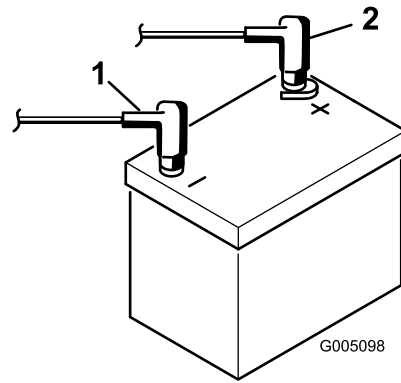

Figure 8
- Raccordez le câble positif (rouge) de la batterie à la borne positive (+) et le câble négatif (noir) à la borne négative (-) et fixez-les en place avec les boulons et les écrous (Figure 8). Placez le capuchon en caoutchouc sur la borne positive pour éviter les courts-circuits.